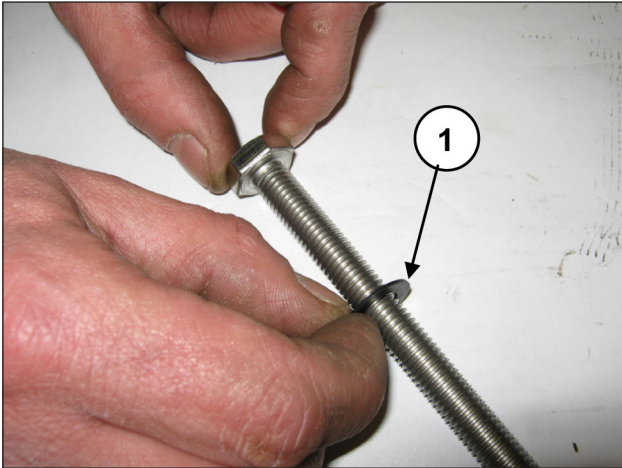

Abb. 156
Setzen Sie die Unterlegscheibe $\varnothing 10 \times 18 \times 0,9$ auf die Befestigungsschraube des Kolbens (Pos. ①, Abb. 156).